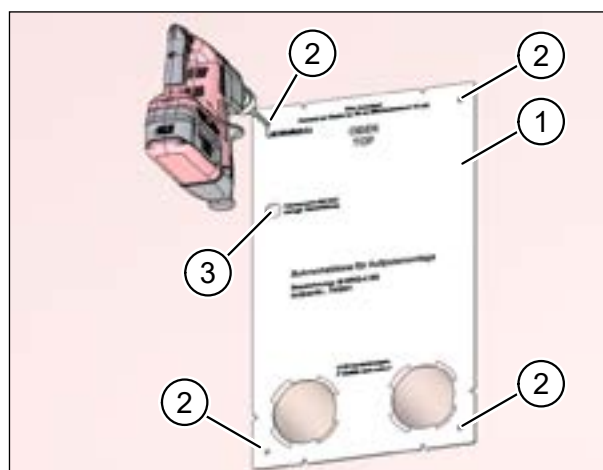

Рис. 19: отверстия для дюбелей и разметка для кабеля электропитания
- ▶ Расположите шаблон (поз. 1 на рис. 19) в точном соответствии с отверстиями.
- ▶ Нанесите разметку (поз. 2 на рис. 19) для дюбелей.
- ▶ Отметьте место выхода кабеля электропитания и кабеля системы управления (поз. 3 на рис. 19). Разметкой обозначается конец планируемой штробы для кабеля электропитания и кабеля системы управления.